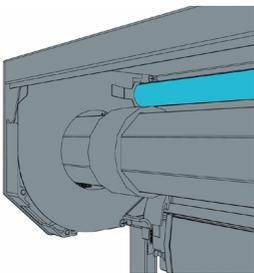

Abb. 21. Montage von dem linken Teil der Welle mit IS-Gitter
- Den linken Teil der Welle mit herausragender Federmechanik in die Öffnung in der Insektenschutz-Aufnahme **M-BR-L** oder ins Abweisblech **GPU** einstecken (Abb. 21);